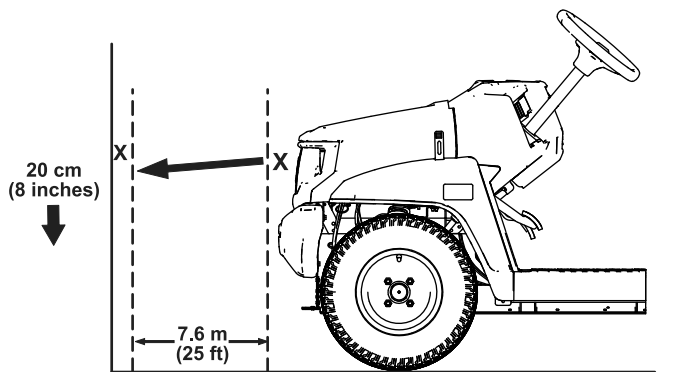

Figura 46
1. Aparque la máquina en una superficie nivelada con los faros a unos 7.5 m (25') de una pared (Figura 46).
La parte más brillante del haz del faro debe estar a 20 cm (8") por debajo de la marca hecha en la pared (Figura 46).